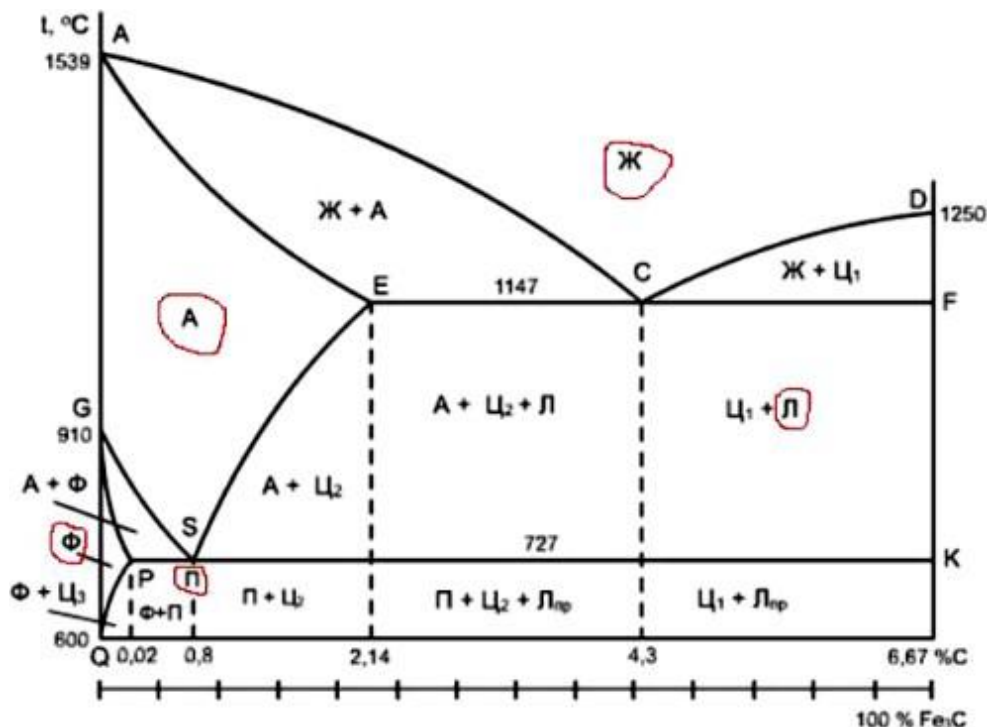

Рис. 1. Диаграмма «Fe-Fe3C»
- 1.30. По диаграмме (рис.1), определите и запишите температуру плавления чистого железа. \_\_\_\_\_ °С.
- 2.2. Подпишите название следующих линий диаграммы (рис.1):
- ❖ 2.3. Подпишите обозначение фаз диаграммы (рис.1):